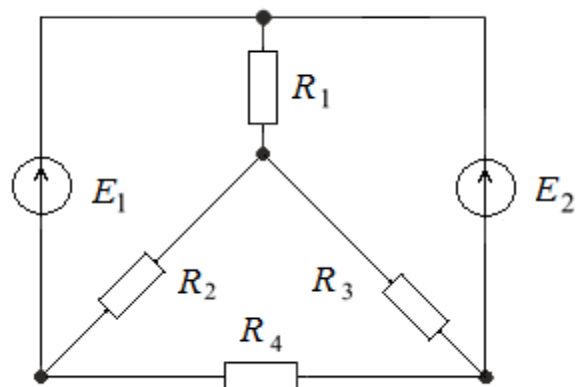

Рис. 116
49. В схеме (рис. 116) определить токи в ветвях методом узловых потенциалов, если $E_1 = 160$ мВ; $E_2 = 300$ мВ; $R_1 = R_2 = 100$ Ом; $R_3 = 150$ Ом; $R_4 = 40$ Ом.